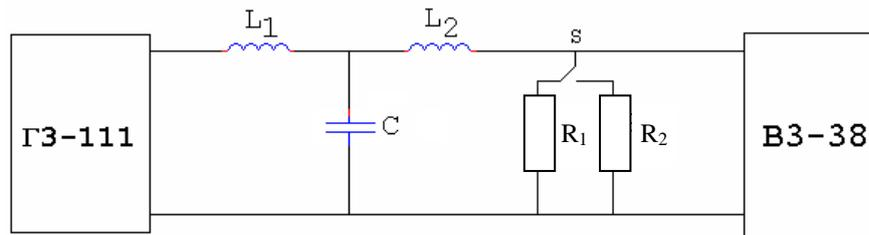

Рис. 6
- 5.1.1 Собрать схему измерений (рис. 6).